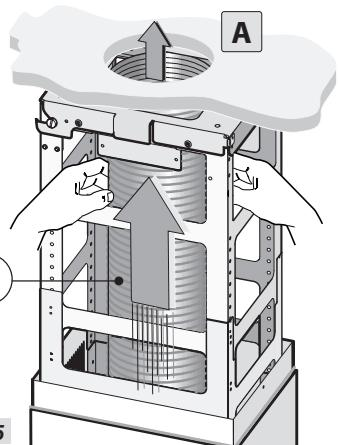

Fig. 15
- Verbind de buis **H** (niet meegeleverd) op de luchtafvoeropening **A** (Fig.15).